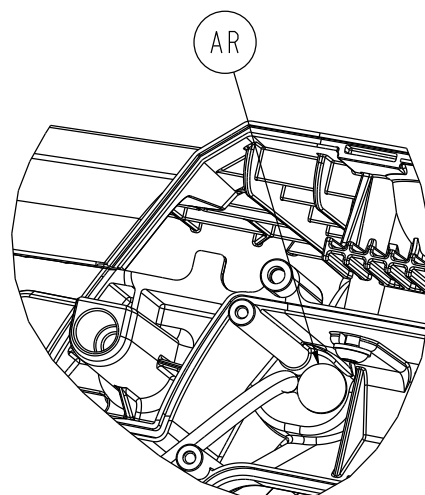

Figure 29 –
21. À l'aide d'un outil à pointe, retirer le bouchon pour trou rond (AR) de l'ensemble de section pieds (Figure 29).